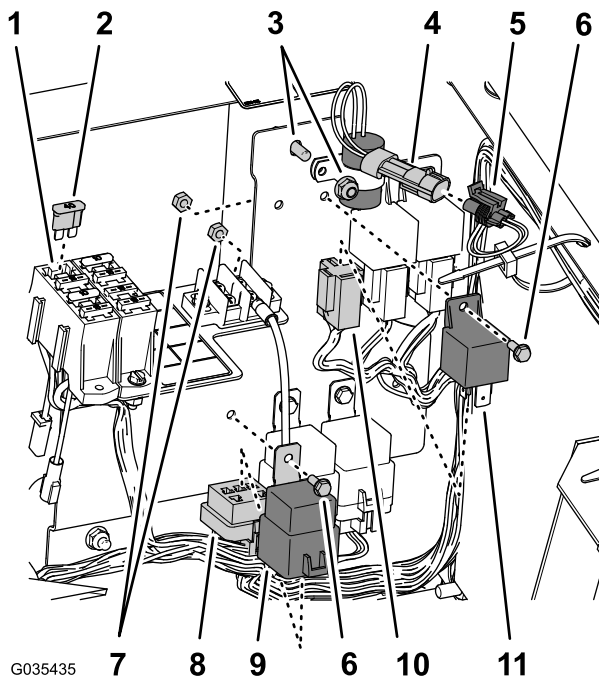
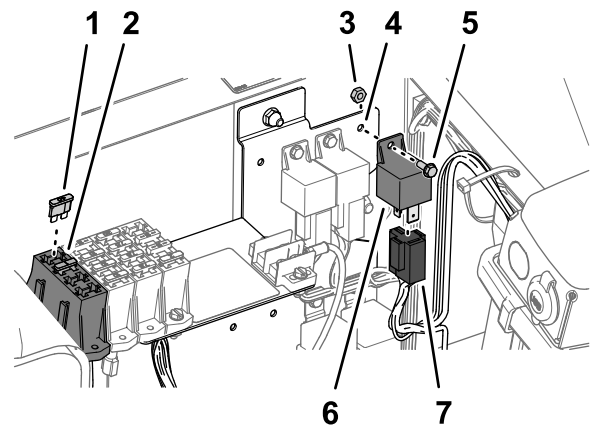

Bild 35
Bild 36
- A. Befestigen Sie den Verzögerungstimer mit der Sicherungsmutter vom Instrumentenbrett an der Stelle, die in Bild 34 oder Bild 35 abgebildet ist.
- B. Schließen Sie den mit „delay timer“ beschrifteten Timer an den 2-Buchsen-Stecker am Kabelbaum der Maschine an (Bild 34 oder Bild 35).
- Setzen Sie eine Sicherung (40 A) in den offenen Einschub am Sicherungsblock ein, wie in Bild 34, Bild 35 oder Bild 36 abgebildet.
- Ermitteln Sie das Relais und das Stromrelais unter den anderen Relais desselben Stils und befestigen sie mit den zwei Bundkopfschrauben (Nr. 10"-24 x ½") und zwei Sicherungsmuttern (Nr. 10-24) an der Platte (Bild 34, Bild 35 oder Bild 36).
- Ermitteln Sie den 5-Buchsen-Stecker und den 4-Buchsen-Stecker am Hauptkabelbaum und schließen sie am Relais (4 Stifte) und Stromrelais (5 Stifte) an, wie in Bild 34, Bild 35 oder Bild 36 abgebildet.